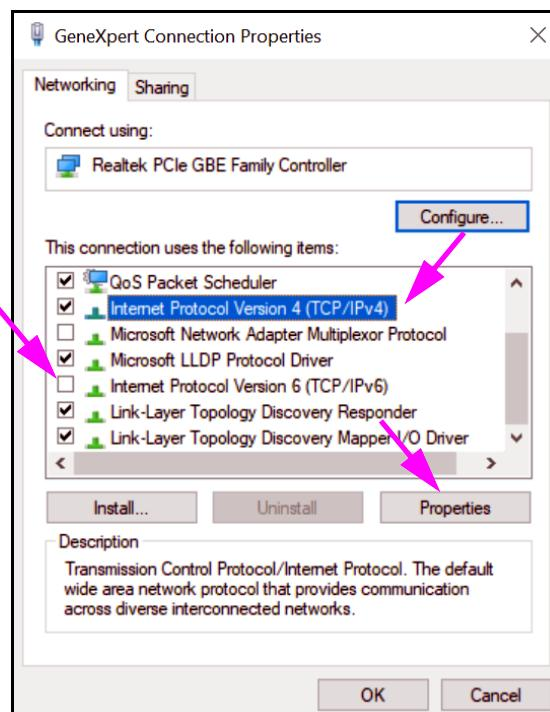

Figure 2-48. GeneXpert Écran Connection Properties (Propriétés de connexion)
7. Sélectionner **Properties (Propriétés)** dans le menu déroulant. L'écran montré dans la Figure 2-48 s'affiche.
8. Dans l'écran GeneXpert Connection Properties (Propriétés de connexion) (montré dans la Figure 2-48), décocher la case à côté de **Protocole Internet version 6 (TCP/IPv6) [Internet Protocol Version 6 (TCP/IPv6)]**. Mettre **Protocole Internet version 4 (TCP/IPv4) [Internet Protocol Version 4 (TCP/IPv4)]** en surbrillance, puis cliquer sur **Propriétés (Properties)**. L'écran Propriétés du protocole Internet version 4 (TCP/IPv4) [Internet Protocol Version 4 (TCP/IPv4) Properties] s'affiche.